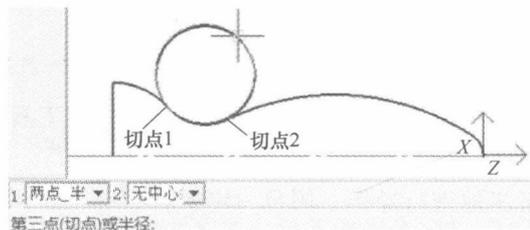

图 1-5 绘制外切圆弧
③ 在立即菜单环境下，单击其中的某一项（例如“1. 两点线”）或按 ALT+数字组合键（例如 ALT+1 组合键），会在其上方出现一个选项菜单或者改变该项的内容。
④ 在这种环境下（工具菜单提示为“屏幕点”），使用空格键，屏幕上会弹出一个被称为“点工具菜单”的选项菜单。用户可以根据作图需要从中选取特征点进行捕捉。
⑤ 用绘制圆（circle）命令绘制外切圆，并利用工具点捕获进行作图，其操作顺序如下。
d. 当系统提示“第三点（切点）或半径”时，输入连接圆弧半径，按回车键，结束绘图，结果如图 1-5 所示。